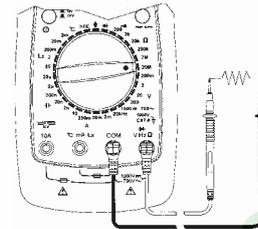

Рисунок 7
- (1) Вставьте штекер черного щупа в гнездо COM, а красного в гнездо Ω.
- (2) Установите поворотный переключатель в положение требуемого диапазона измерения сопротивления. Подключите щупы, как показано на рис. 7.
- (3) Если на дисплее Вы увидите только символ "0L", это означает состояние перегрузки, и следует выбрать больший диапазон измерения.
- (4) Прочитайте на ЖК-дисплее показание результата измерения.
- (5) При режиме прозвонки цепи, если сопротивление цепи менее 50 Ом прибор подаст звуковой сигнал. Подключите щупы, как показано на рис. 7.